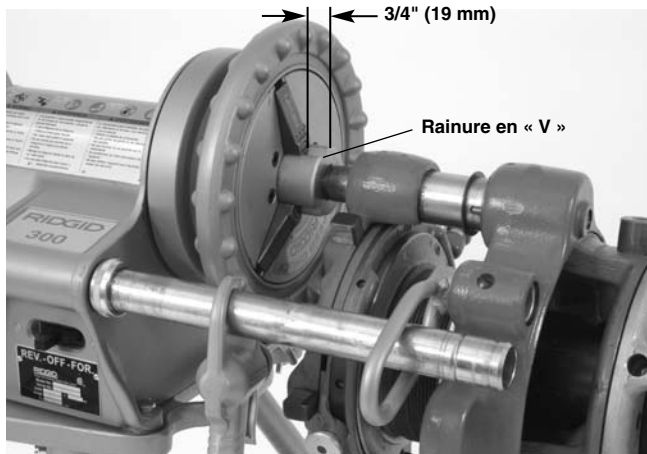

Figure 12 – Positionnement de la barre d'entraînement pour permettre la lubrification
2. Prévoyez les moyens nécessaires pour soulever la fileteuse démultipliée et l'engager sur l'extrémité du tuyau avec l'une des mâchoires de la bride de maintien en haut. La manutention manuelle de l'appareil nécessite l'intervention d'au moins deux individus utilisant les poignées de manutention. Sachez que la 141 pèse 93 livres (42 kg) et que la 161 en pèse 158 (72 kg). La barre d'entraînement doit saillir du mandrin d'environ $\frac{3}{4}$ " (19 mm) pour permettre la lubrification (*Figure 12*). Serrez à fond les mâchoires du mandrin sur les trois rainures en « V » de la tête de la barre d'entraînement. Refermez la tête de centrage arrière sur la barre d'entraînement. Vérifiez le bon assemblage et la parfaite stabilité de la fileteuse démultipliée et du système d'entraînement.
3. Prévoyez les moyens nécessaires pour soulever la fileteuse démultipliée et l'engager sur l'extrémité du tuyau avec l'une des mâchoires de la bride de maintien en haut. La manutention manuelle de l'appareil nécessite l'intervention d'au moins deux individus utilisant les poignées de manutention. Sachez que la 141 pèse 93 livres (42 kg) et que la 161 en pèse 158 (72 kg). La barre d'entraînement doit saillir du mandrin d'environ $\frac{3}{4}$ " (19 mm) pour permettre la lubrification (Figure 12). Serrez à fond les mâchoires du mandrin sur les trois rainures en « V » de la tête de la barre d'entraînement. Refermez la tête de centrage arrière sur la barre d'entraînement. Vérifiez le bon assemblage et la parfaite stabilité de la fileteuse démultipliée et du système d'entraînement.